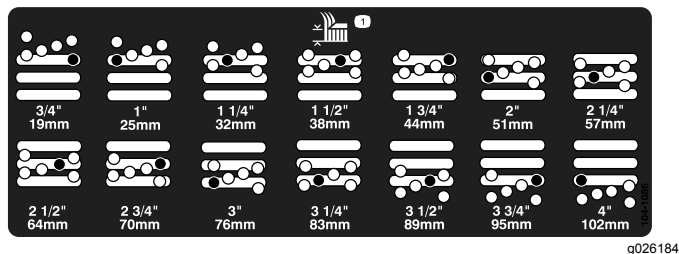

Figure 17
5. Placez la chambre à la hauteur de coupe voulue et mettez l'entretoise dans le trou et la fente correspondant à la hauteur de coupe désignée (Figure 17)